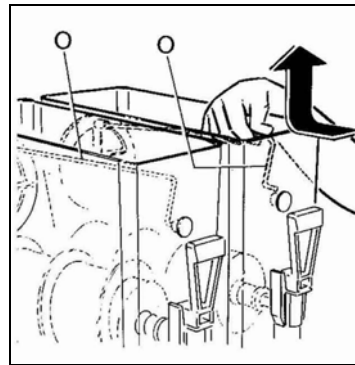

Fig. 1
- Extraire le dispositif de mélange supérieur (O) en le poussant légèrement vers l'arrière pour pouvoir le dégager de son logement (voir fig. 1).